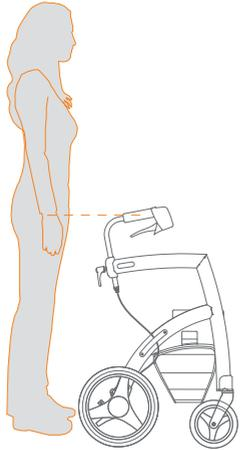

Figura 12: Determinar la altura correcta.
El ajuste correcto de la altura (**Figura 12**) es crucial para el uso óptimo del Rollz Motion. La altura puede ser ajustada entre las posiciones mínima y máxima.
- c. Para determinar la altura correcta, párese entre las empuñaduras del Rollz Motion con los brazos suspendidos. Las asas deben estar a la altura de las muñecas (Figura 12)